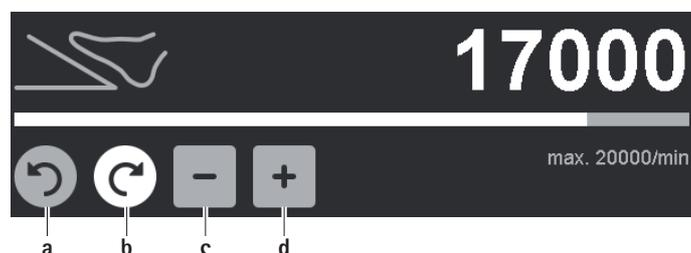

Рис. 6 Изменение верхней границы диапазона числа оборотов/направления вращения
- ▶ Изменение направления вращения: Нажать неактивную, серую кнопку направления вращения Право-/левостороннее вращение **a/b**, см. Рис. 6.